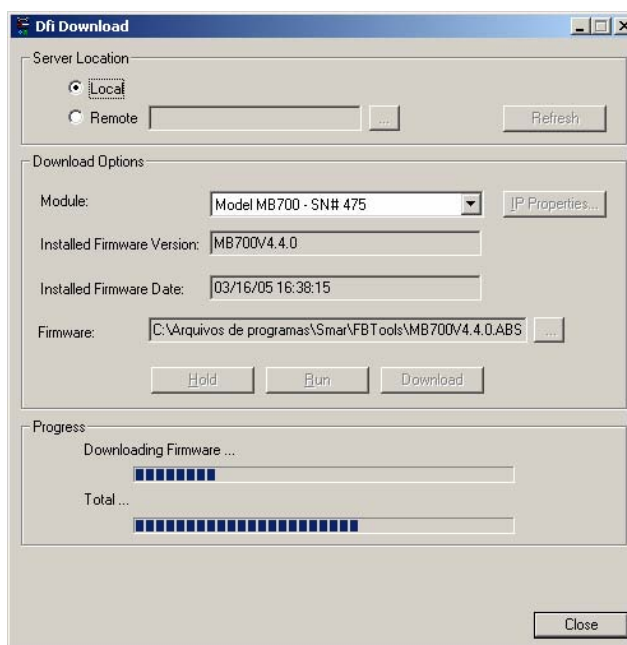

Figura 3.9 – Dfi Download – Tela de Progresso do Download
21. Durante o download, será apresentada a tela de progresso da operação. Veja a Figura 3.9.